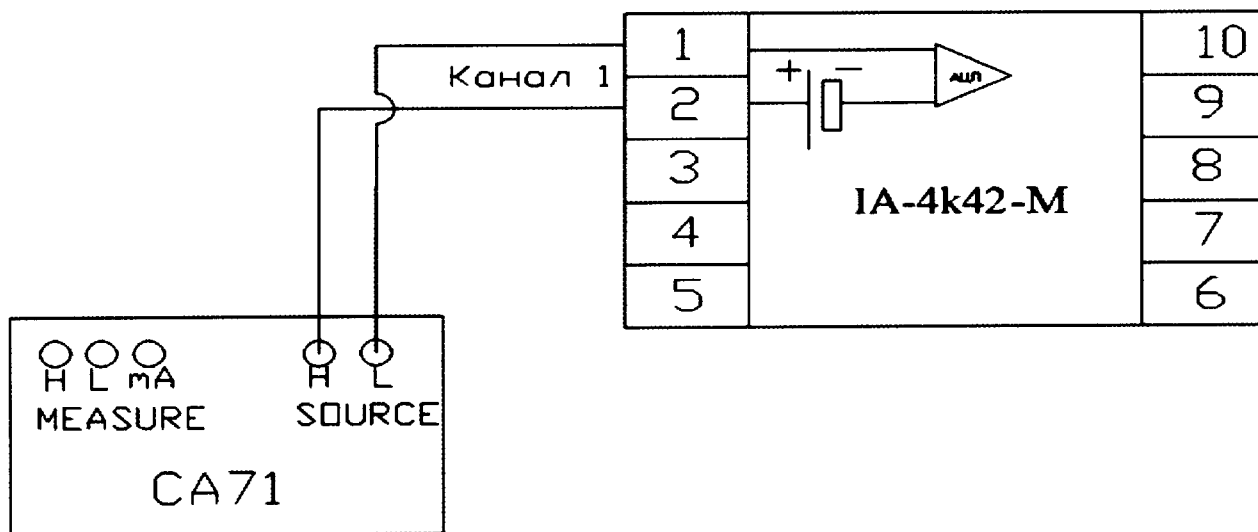

Рисунок 1
7.4.1.2 При загруженной операционной системе и запущенной программе MLP-2 нажатием на кнопку «Модули» перейти в окно «Модули BS-1», выбрать курсором тестируемый модуль (нажав левой кнопкой мыши на название модуля). Подключить на вход канала 1 проверяемого модуля IA-4k42-М универсальный калибратор электрических сигналов CA-71. (см. рисунок 1). Остальные входы модуля должны быть нагружены резисторами 1,2 кОм.